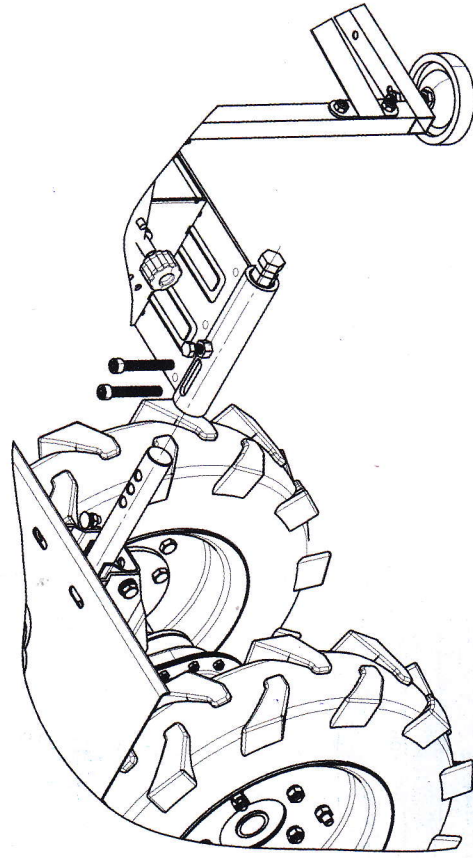

Рисунок 11
15. Соедините мотоблок с деревообрабатывающей приставкой (рисунок 11). Передний штырь мотоблока вставьте во втулку кронштейна на всю глубину (болт M16x120 должен быть вывернут) и зафиксируйте его от углового перемещения стопором из комплекта мотоблока. После этого наденьте приводной ремень на ручей шкива отбора мощности мотоблока и ручей шкива деревообрабатывающей приставки. Перед запуском приводной ремень должен быть ослаблен: винт натяжения вывернут, мотоблок придвинут к приставке.